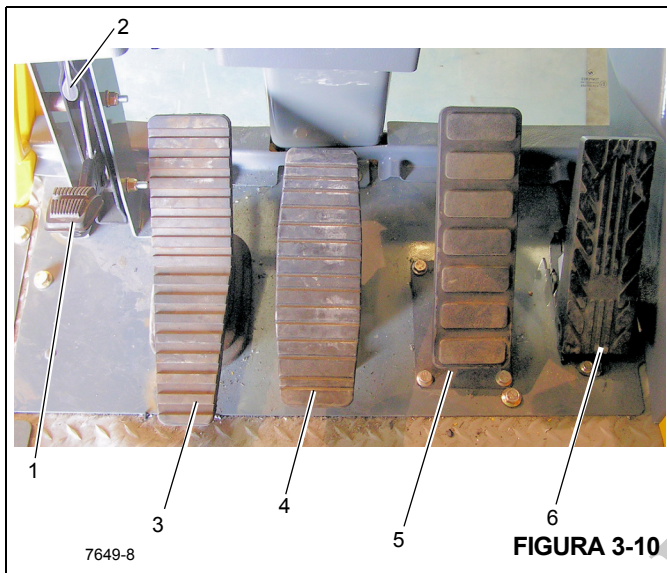

Figura 3-10 - Números de artículos
El pedal del bloqueo de giro en 360° (1) (Figura 3-10) se encuentra en el lado izquierdo del piso de la cabina de la grúa. El pedal se utiliza para activar el sistema de bloqueo de giro para evitar que la torreta gire. Para soltar el bloqueo de giro, tire de la palanca de soltado del bloqueo de giro de 360° (2) hacia arriba.
El pedal del freno de giro (3) (Figura 3-10) se encuentra en el lado izquierdo del piso de la cabina. El pedal del freno de giro se usa para reducir la velocidad del movimiento de giro o detenerlo. La fuerza de frenado es proporcional a la distancia que se pise el pedal. Si no se pisa el pedal y se desengrana la válvula de control del freno de giro, se aplica presión hidráulica al freno, lo cual vence la tensión de su resorte para soltarlo. Cuando se pisa el pedal, se acciona la válvula del servofreno de giro que aplica presión al conjunto del freno. Esta presión auxilia a la tensión del resorte para vencer la presión hidráulica aplicada al circuito de liberación
El pedal de control de telescopización (4) (Figura 3-10), presente cuando la grúa está provista de malacate auxiliar, se encuentra en el lado izquierdo del piso de la cabina. Pise la parte superior del pedal para extender la pluma y la parte inferior del pedal para retraerla.
El pedal de frenos (5) (Figura 3-10) es el segundo pedal contado desde la derecha en el piso de la cabina. El pedal se pisa para regular la aplicación de los frenos de servicio.
El pedal del acelerador (6) (Figura 3-10) se encuentra en el lado derecho del piso de la cabina. Se usa para controlar la aceleración del motor, la cual aumenta o disminuye proporcionalmente según la presión aplicada al pedal. El pedal está conectado por medios eléctricos al módulo de control de la superestructura, el cual envía una señal a la unidad de control del motor por vía del enlace de datos J1939.